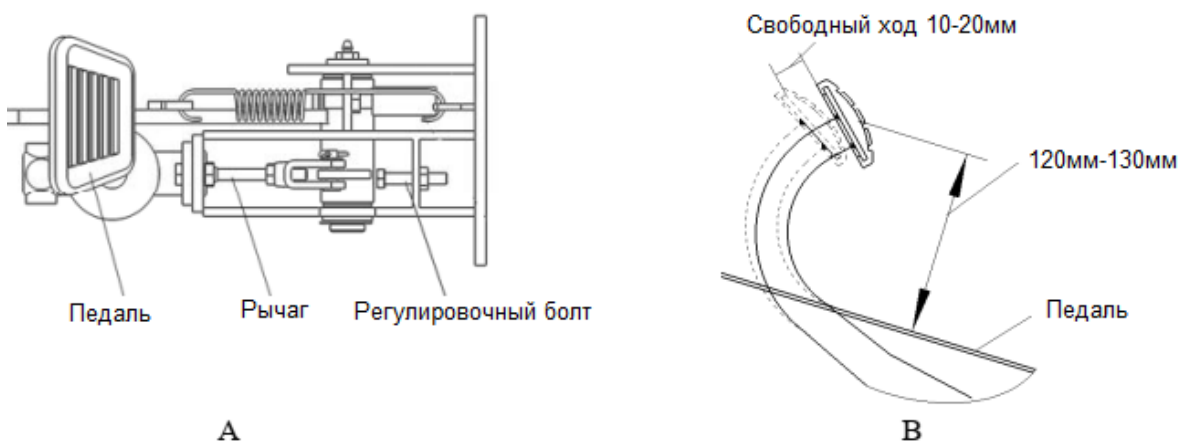

Рис. 2-5 Педаль тормоза
- (1) Ослабьте крепление рычага;
- (2) При помощи регулировочного болта, см. Рис. 2-5 (А), отрегулируйте высоту педали, как показано на Рис. 2-5 (В);
- (3) Отрегулируйте длину рычага таким образом, чтобы его конец касался поршня основного гидроцилиндра. Затем поверните назад на 1-2 оборота, чтобы гарантировать свободный ход педали порядка 10мм-20мм;
- (4) Затяните гайки рычага и болта регулировки высоты педали.